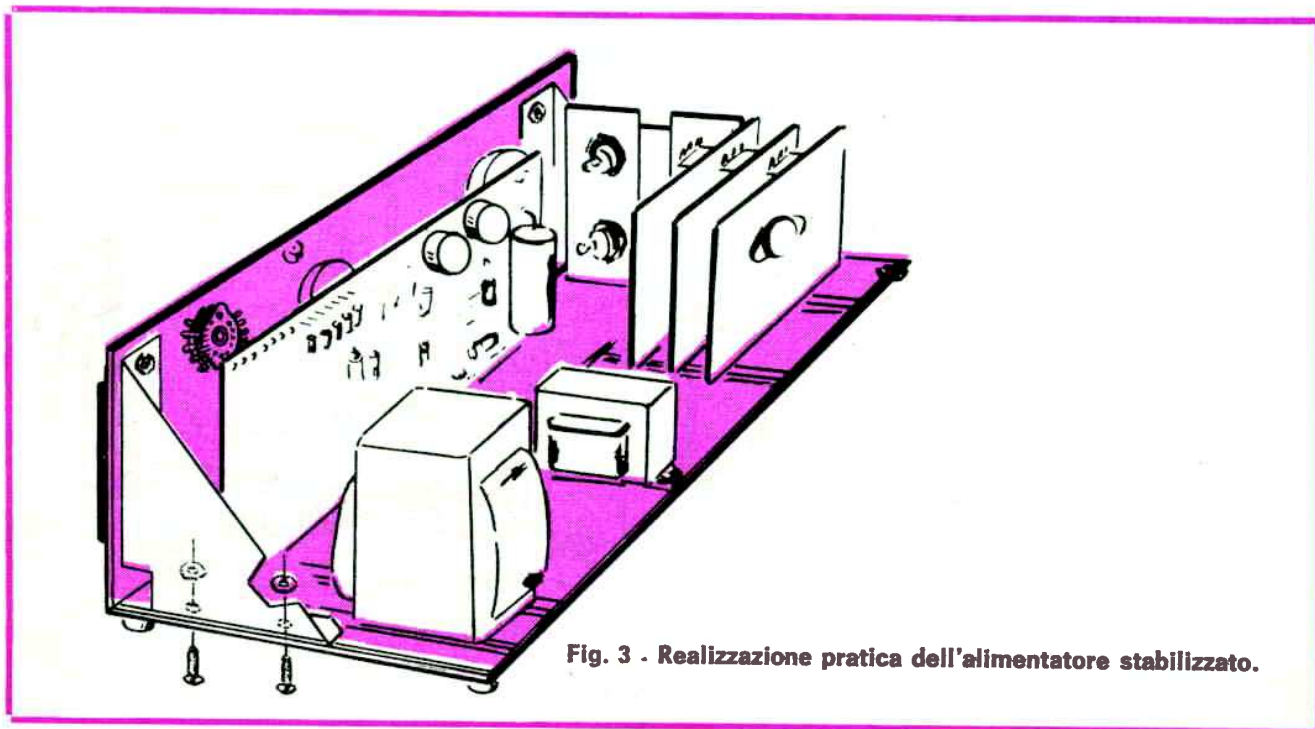

Fig. 3 - Realizzazione pratica dell'alimentatore stabilizzato.
**Realizzazione pratica** - Nella *fig. 3* si può vedere come viene realizzato praticamente l'alimentatore stabilizzato.